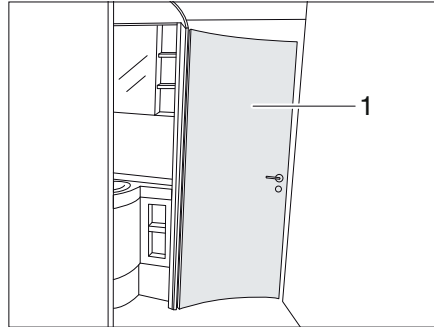

Fig. 236 Espace de bain
Selon l'équipement, la porte de l'espace toilette (Fig. 236,1) peut être bloquée dans 1 à 3 largeurs d'ouverture différentes pour former un espace de bain. Selon la largeur d'ouverture sélectionnée, différentes parties de local sont reliées ensemble.
- ▷ La porte de l'espace toilette (Fig. 236,1) ne peut pas être utilisée comme paroi de séparation pendant le trajet. Amener la porte en position de base (espace toilette isolé).